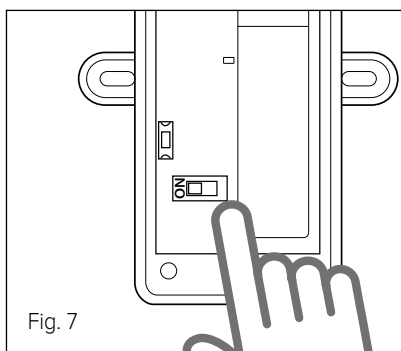

Fig. 7
- Vælg indstillingen **ON** for mikroafbryderen på kortet på den udendørs føler (fig. 7).